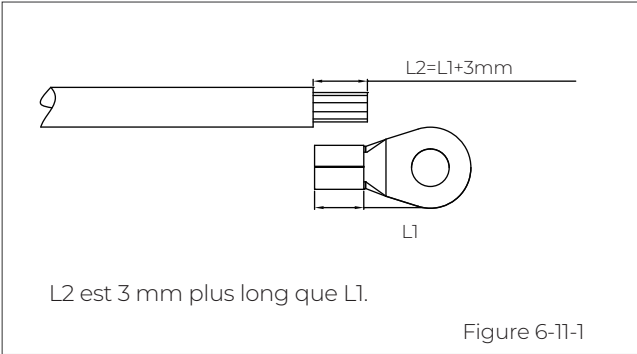

Figure 6-11-1
Étape 1 : Il est recommandé d'utiliser un câble d'alimentation extérieur de 2,5 mm² et des cosses RNB3.5-5S OT. Dénudez l'isolation du câble de terre avec une pince à dénuder sur la longueur appropriée. Voir Figure 6-11-1.